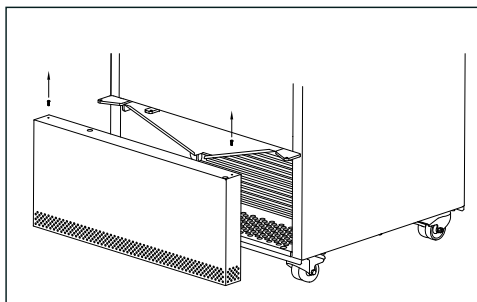

fig. 9
2. Retirez le panneau inférieur au-dessous de la porte en dévissant les deux vis. Utilisez une clé hexagonale de 2 mm. Voir fig. 9.